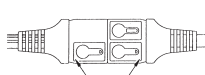

FIGURE 3
- Connect the power cord link with the **RED** thermometer symbols aligned. See figure 3.
- Connectez les sections de la liaison du cordon de façon à aligner les pictogrammes **ROUGES** du thermomètre. Voyez la figure 3.